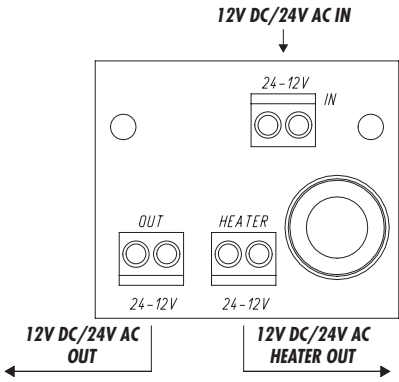

Fig. 4
-Surface intérieure:	88x86x343 mm (longueur max.) 88x86x265 mm (avec circuit, Fig. 4) 88x86x261 mm (avec circuit, Fig. 5)
Version 12V DC/24V AC: Die Schaltung wird, wenn die Heizung mit einer Spannung von 24V AC versorgt wird, mit den Klemmen angeschlossen, die im Schema der Fig. 4 dargestellt sind.
-Innenmaße:	88x86x343 mm (max. Länge) 88x86x265 mm (mit Kreis, Fig. 4) 88x86x261 mm (mit Kreis, Fig. 5)